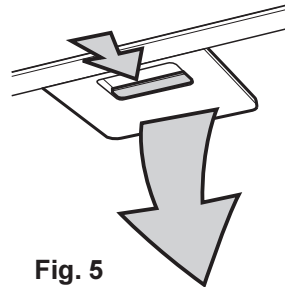

Fig. 5
- Apretar las manillas de bloqueo del filtro antigrasa primero hacia el lado opuesto y, luego, hacia abajo. **Fig. 5.**